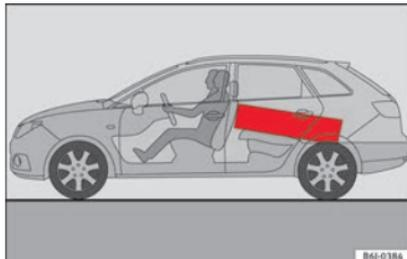

Fig. 117 Sistemare i carichi pesanti quanto più possibile in avanti.
- Gli oggetti più pesanti vanno messi, per quanto possibile, nella zona anteriore del bagagliaio » **fig. 117**.